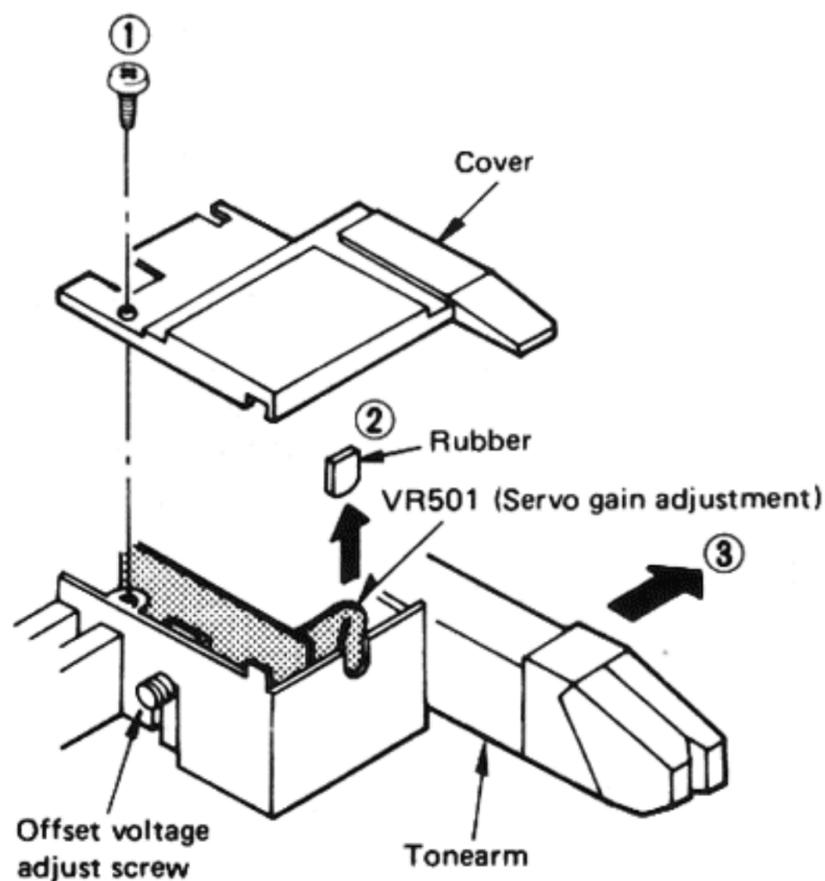

Fig. 4
2. Disassembly the tonearm as in Fig. 4.
2. Den Tonarm so ausbauen, wie in Abb. 4 gezeigt.
- Démonter le bras de lecture, comme il est montré à la Fig. 4.
- Desmante el brazo del fonocaptor como en la Fig. 4.